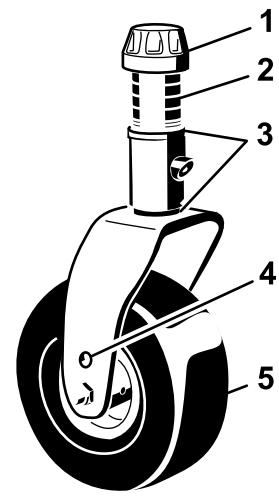
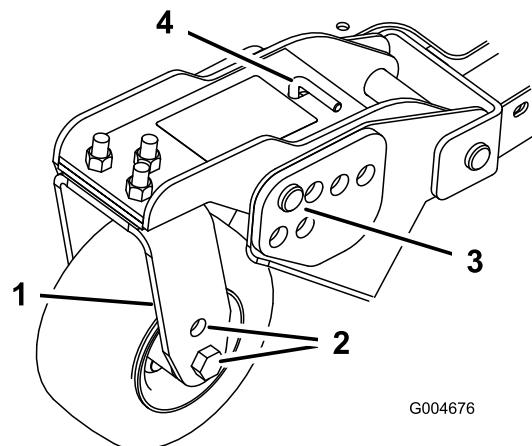
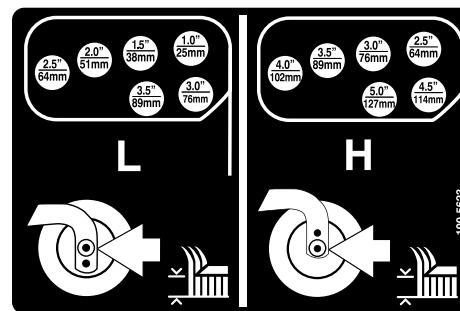

Figura 20
Figura 22
Figura 23
1. Coloque los ejes de las ruedas giratorias en el mismo taladro en todas las horquillas (Figura 20 y Figura 22).
2. Retire el casquillo tensor del eje y deslice el eje fuera del brazo de la rueda giratoria (Figura 20).
- Retire la chaveta y los pasadores de los brazos de pivote de las ruedas giratorias (Figura 22).
- Gire la varilla tensora para elevar o bajar el brazo de pivote hasta que los taladros estén alineados con los taladros seleccionados del soporte de ajuste de la altura de corte en el bastidor de la carcasa de corte (Figura 22 y Figura 23).